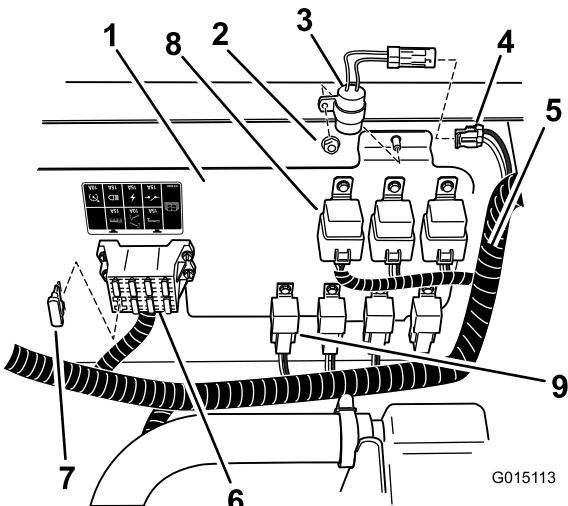
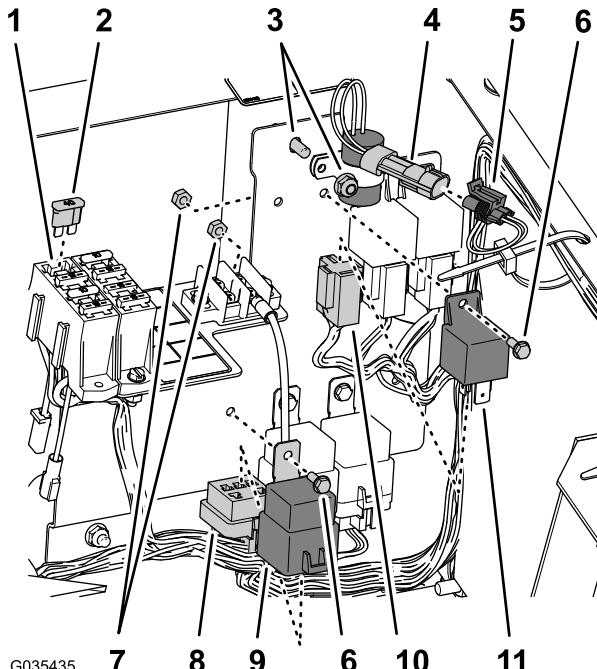
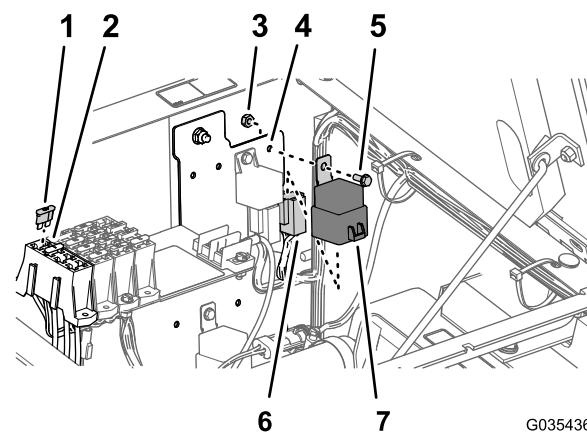

図 26
図 27
図 28
- 電装パネルからのロックナットで、遅延タイマーを図 26 または図 27 に示す位置に取り付ける。
- タイマーを、車両のワイヤーハーネスの、Delay Timer というラベルの付いた 2 ソケットコネクタに接続する図 26 または図 27。
- ヒューズブロックの空きスロットに、図 26、図 27または図 28のようにヒューズ40Aを取り付ける。
- ラインの中に同じようなリレーが複数あるが、その中から、リンス用と電源用のリレーを探し出し、これらをパネルに取り付ける図 26、図 27または図 28フランジヘッドボルト#10-24 x 1/2 インチ2本とロックナット#10-242個を使用する。
- メインハーネスの中から、4ソケットコネクタと5ソケットコネクタを探し出し、これらを、図 26、図 27または図 28のようにリレー4ピンと電源リレーピンに接続する。